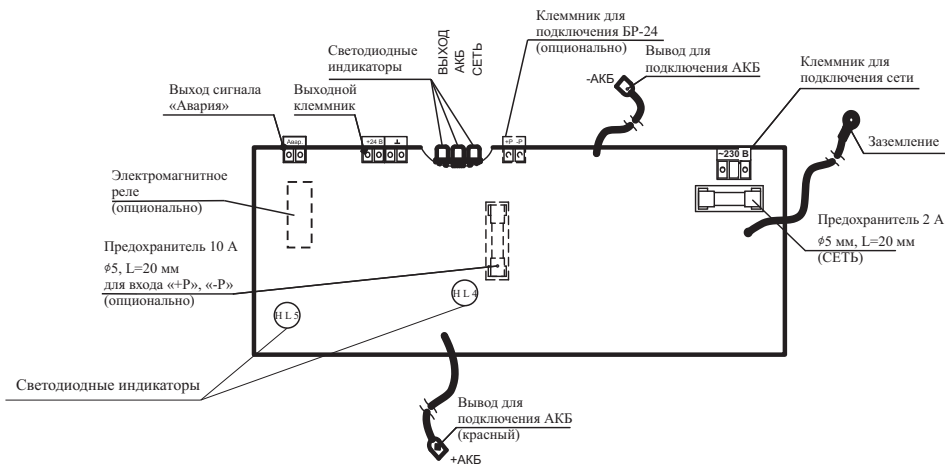

Рисунок 1– Плата источника
6.3 Подключение источника (см. рисунок 1) производить в следующей последовательности: